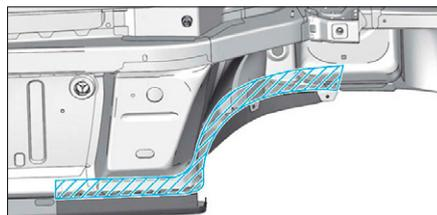

FIG. 54
- une couche d'impression phosphatante sur les zones mises à nu (Fig.54),